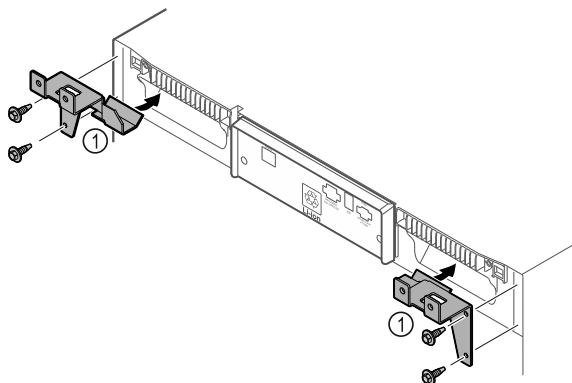

Fig. 10
- ▶ Montirajte pridržne dijelove Fig. 10 (1) s pomoću samoureznih vijaka na uređaj.